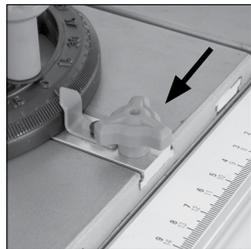

Fig. 23
- La butée d'onglet peut être bloquée sur le chariot de guidage, en visant la vis de blocage dans un trou situé sur le bord avant du chariot de guidage (**Fig. 23**).